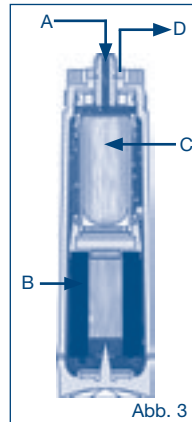

Abb. 3
Das Rohwasser (A) fließt der Filterkerze zu (Abb. 3) und über einen Aktivkohleblock (B) werden Partikel, natürliche Farbstoffe sowie unerwünschte Geruchs- und Geschmacksstoffe wie z.B.: Chlor entfernt. Durch eine Hohlfaser-Ultrafiltrationsmembran (C) im Filtersystem werden Bakterien entfernt. Aus hygienischen Gründen enthält das Filtersystem geringe Mengen von Silber, um das Wachstum von Keimen zu unterdrücken.